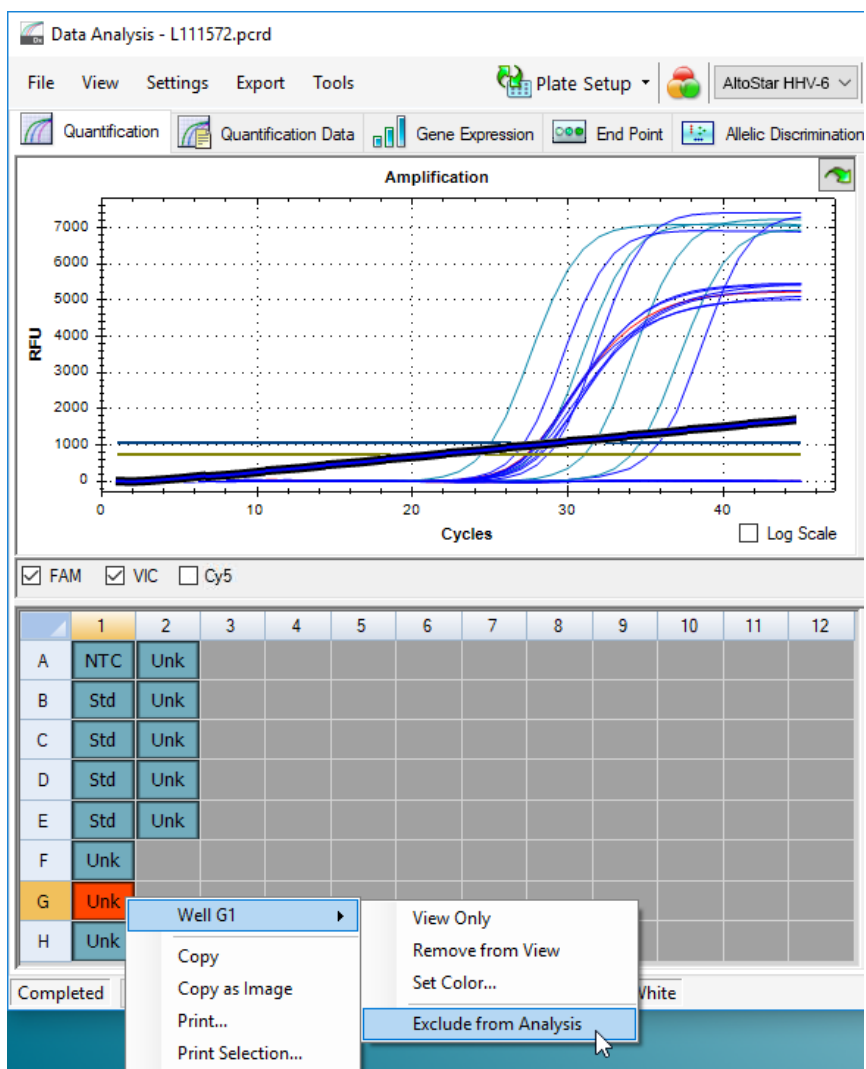

Figure 7: Fenêtre Data Analysis (Analyse des données) : exclure le puits de l'analyse
3. Cliquez avec le bouton droit de la souris sur chacun des puits concernés et sélectionnez **Well** → **Exclude from Analysis** (Puits → Exclure le puits de l'analyse) (voir la figure 7).